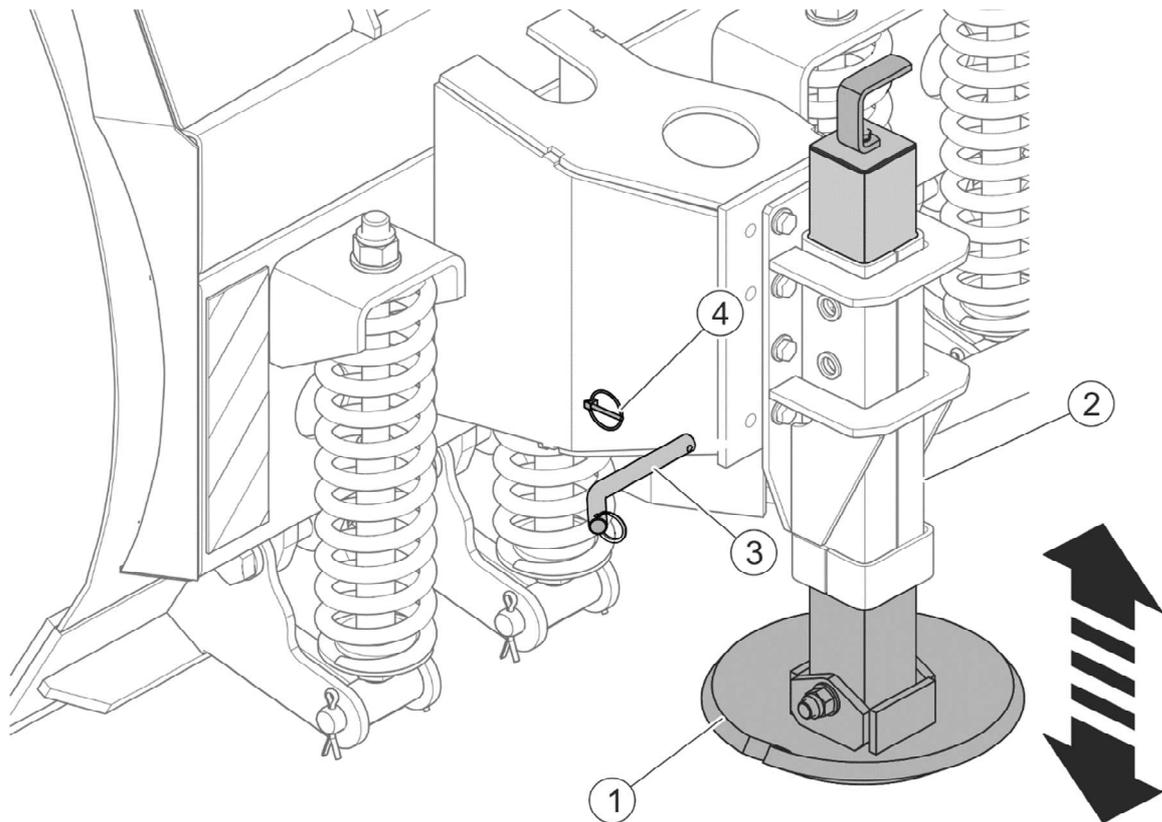

РИСУНОК 4.9 Регулирование рабочей высоты в снегоотвалах, оснащенных скользящими
В снегоотвалах, оснащенных скользунами (РИСУНОК 4.9), регулирование рабочей высоты осуществляется путем перемещения скользуна (1) вверх или вниз в направляющей (2), для чего необходимо сначала вынуть блокировочный шплинт (3). Положение скользуна в направляющей можно изменять через каждые 12 мм, используя для этого одно из двух отверстий в направляющей. Требуемая высота скользуну фиксируется шплинтом (3) и страховочной чекой (4). Скользуну правого и левого отвалов должны располагаться на одинаковой высоте.